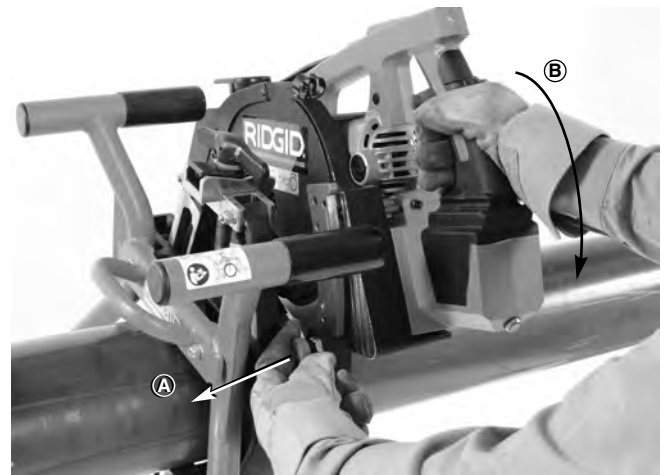

Figura 14 – Movimiento para desencajar el pasador de traba
3. Con la mano derecha, presione el interruptor para encender la sierra (I). Empezará a girar la cuchilla de la sierra.
4. Firmemente agarre el mango de la sierra con la mano derecha. Con la mano izquierda, jale el pasador de traba a resorte de la abrazadera hasta que se desenganche del agujero de posición inicial en la sierra (A). Vea la Figura 14.